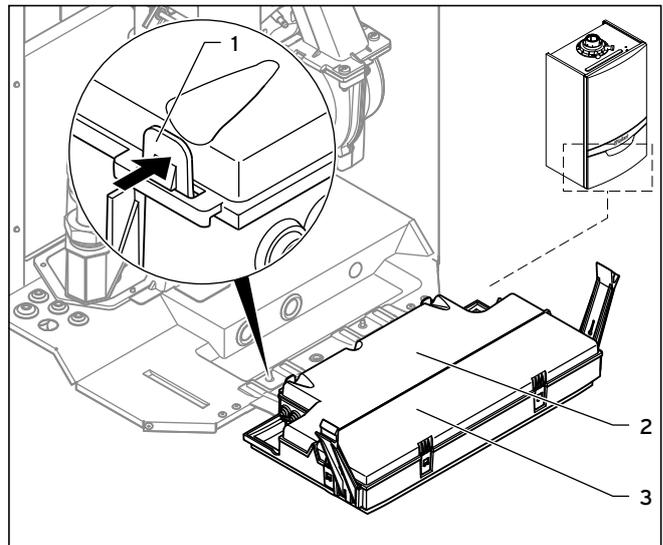

Fig. 5.15 Ouverture de la paroi arrière du boîtier électronique
- Retirez la protection avant de l'appareil (→ **chap. 4.8**) et rabattez le boîtier électronique (3) vers l'avant (→ **fig. 5.15**).
- Déclipez le couvercle arrière (2) du boîtier électronique au niveau des points (1) et relevez-le (→ **fig. 5.15**).
- Faites passer les câbles des différents composants à raccorder dans les traversées de câble (4) situées sous l'appareil, à gauche (→ **fig. 5.15**).